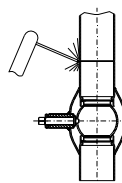
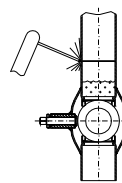
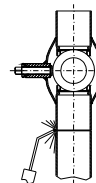

Bild 2a
Bild 2b
Bild 3
- 3.1.6 Wird der Kugelhahn an einem lotrechten Rohr eingeschweißt, muss er vollständig geöffnet sein, wenn man die obere Naht schweißt (Bild 2a). Man kann auch die obere Naht bei geschlossenem Hahn schweißen, es muss aber dann mit Wasser gefüllt sein (Bild 2b). Wird die untere Fuge mit Gas geschweißt, muss der Hahn geschlossen sein (Bild 3). Besonders beim Gasschweißen ist zu vermeiden, dass der Hahn zu sehr erhitzt wird, siehe 3.1.9.